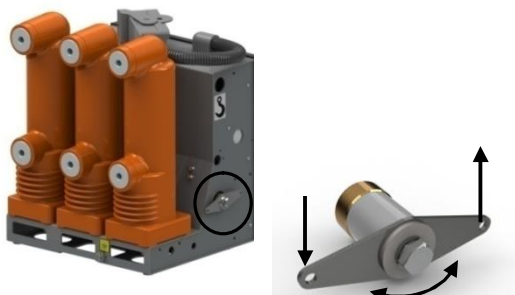

Рис. 8 Механическая блокировка
1.4.1.6.4 Механическая блокировка внешних устройств (рис. 8) служит для реализации блокировок внешних устройств в ячейках КСО и применяется только в выключателях исполнения S. Эквивалентная масса деталей блокировочных механизмов, присоединяемых к блокировке внешних устройств выключателя VF, не должна превышать 0,5 кг. Габаритно-присоединительные размеры указаны в Приложении 1.